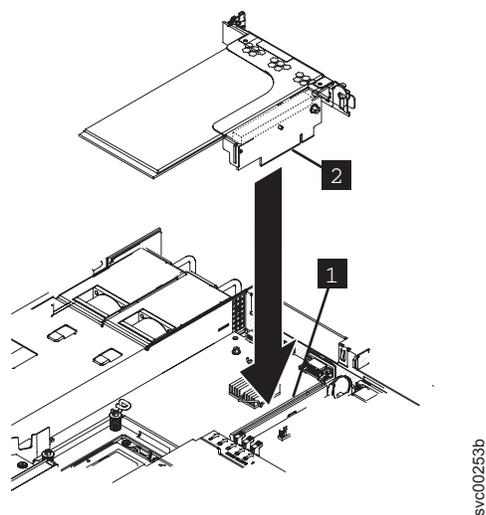

図 190. SAN ボリューム・コントローラー 2145-CG8 用の 10 Gbps イーサネット・ライザー・カード・アセンブリーの交換
4. 図 190 に示すように、10 Gbps イーサネット・ライザー・カード・アセンブリー・コネクタとシステム・ボード上の PCI スロット 2 コネクタの位置を合わせます。